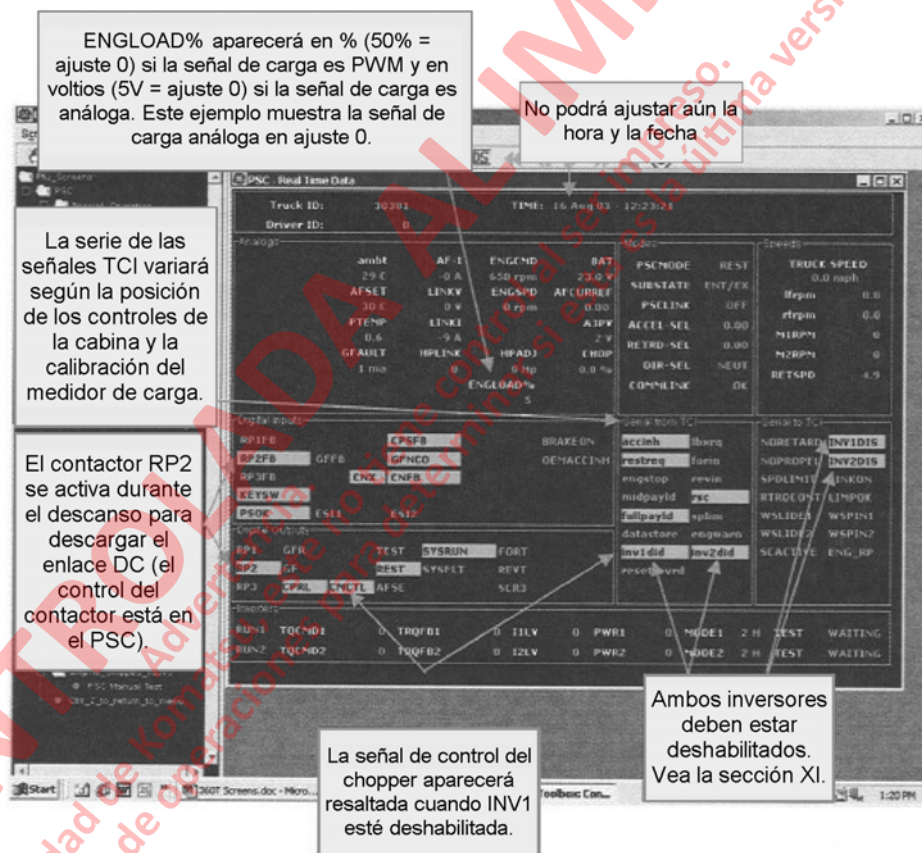

FIGURA 3-3. PANTALLA DE DATOS EN TIEMPO REAL DEL PSC
1. Con el control de energía desactivado, desmonte la tarjeta correspondiente y coloque la placa verde con la batería cerca del borde de la tarjeta (vea la Figura 3-3).
- Verifique que los valores análogos sean similares a los del ejemplo de la Figura 3-3. Además, asegúrese de que la identificación del camión correcta esté en la parte superior de la pantalla y que la señal "COMMLINK", bajo "Modes" (modos), diga OK.
- ◆ La pantalla "PSC Manual Test" es similar a la de "PSC Real Time Data" en la Figura 3-3. Si hace clic en los botones del campo "Digital Outputs" (salidas digitales), activará y desactivará la salida seleccionada. Consulte la Tabla III.